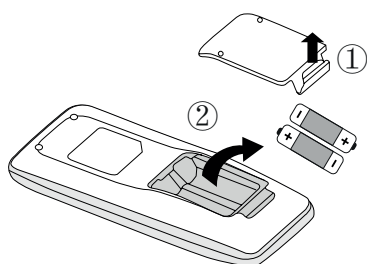

Fig. 1
1. Sollevare lo sportellino nella direzione della freccia, come mostrato in Fig. 1 ①.
2. Estrarre le batterie originali, come mostrato in Fig. 1 ②.